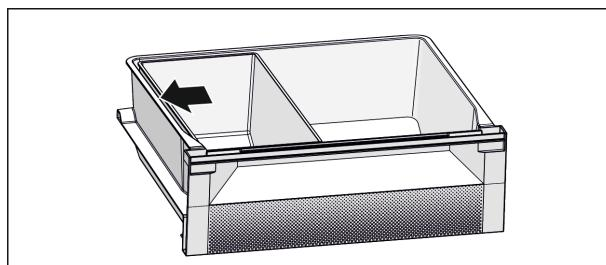

Fig. 7
- Для оптимальной функции охлаждения расположите лоток Fish & Seafood, как показано на рисунке (см. Fig. 7).